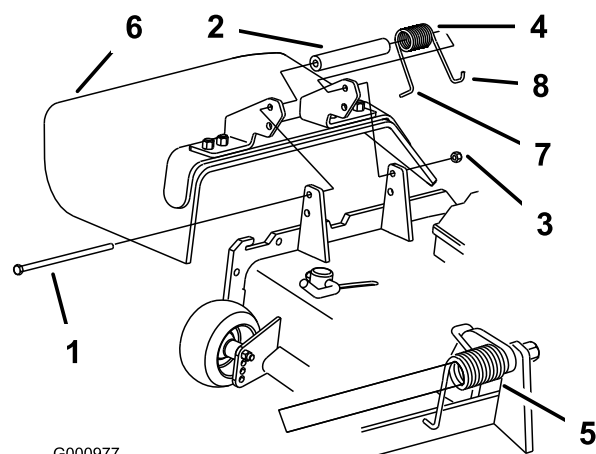

図 36
1. デフレクタをピボットブラケットに固定しているロックナット、ボルト、スプリング、スペーサを外す(図 36)。デフレクタを取り外す。
**注** ボルトを取り付ける前に、スプリングの L 字形フックが、図 36 のようにデッキのエッジの後ろに取り付けられていることを確認してください。
3. ボルトとナットを取り付ける。スプリングの右側の J 字形フックを、デフレクタに引っ掛ける(図 36)。